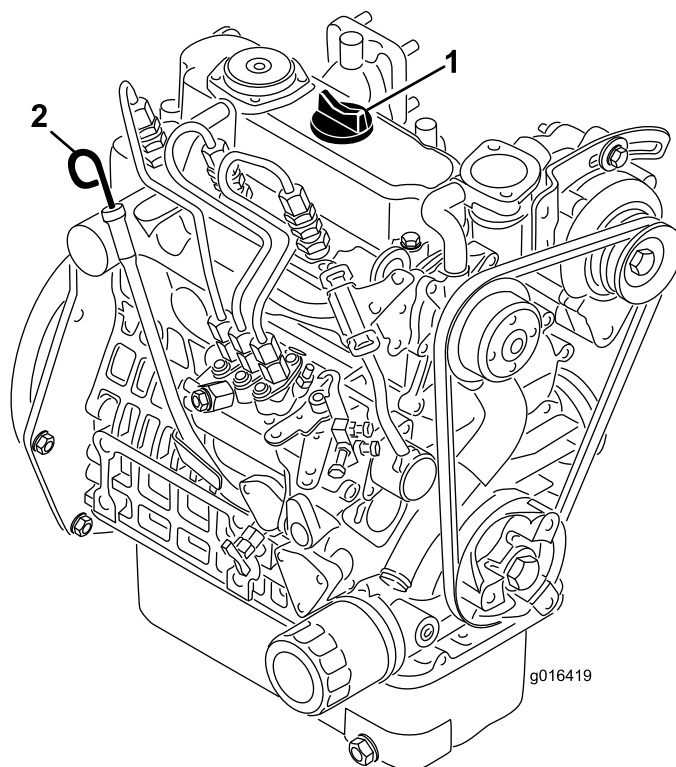

Figura 22
2. Retire a vareta e limpe-a com um pano limpo (Figura 22). Volte a colocar a vareta no tubo e verifique se está completamente introduzida. Retire a vareta do tubo e verifique o nível de óleo. Se o nível de óleo estiver baixo, retire o tampão de enchimento da cobertura